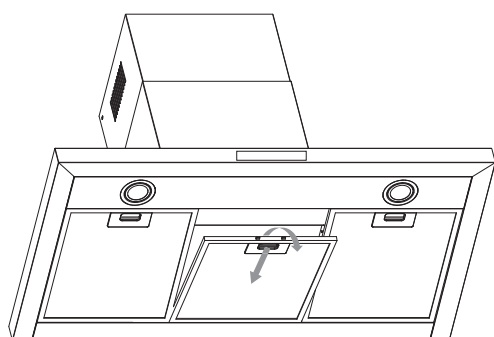

Fig.10
- Remova os pré-filtros de alumínio (fig.10).